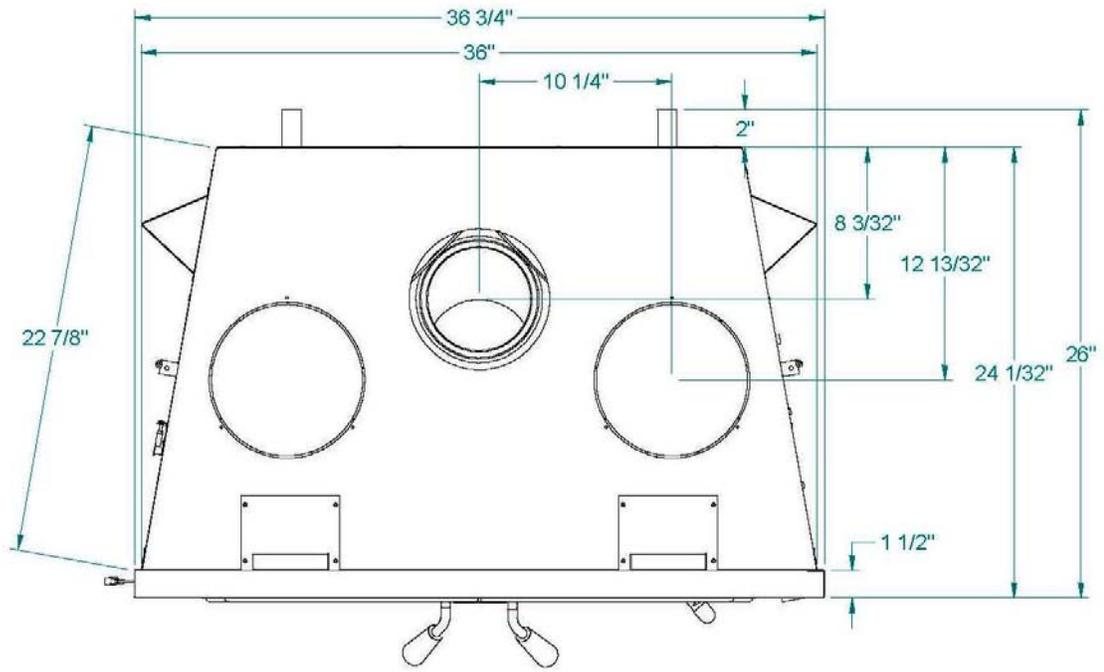
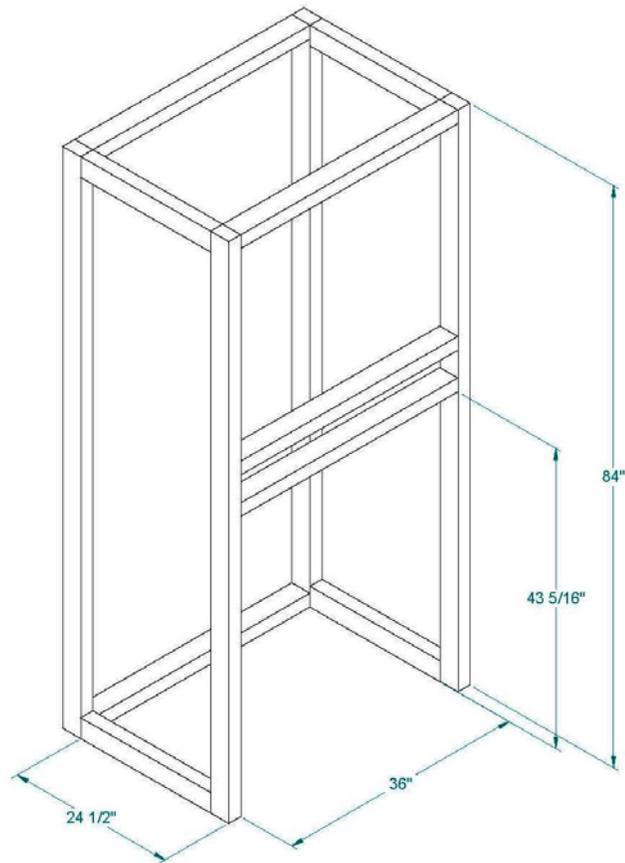

Figure 12
Figure 13
B. Construisez le châssis du foyer à l'aide de montants verticaux placés sur les côtés du foyer, allant du plancher au plafond (voir figure 12). Reculez un peu les montants par rapport au rebord frontal du foyer d'un espace équivalent à l'épaisseur du matériau de finition, pour que celui-ci soit à ras de la finition du foyer (en tenant compte des limites de la figure 13). Posez les entretoises entre les montants verticaux seulement de la façon suivante :